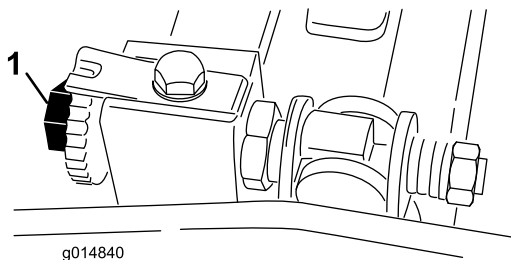

図 46
3. カッティングユニットの右端から数えて1番目と2番目の下刃ねじの間でリール刃と下刃とを交差させる 図 46。
6. シムを左右に滑らせながら、シムに軽い圧迫シムが挟まれる感じを感じるまで、右側のベッドバー調整ねじを回す 図 46。